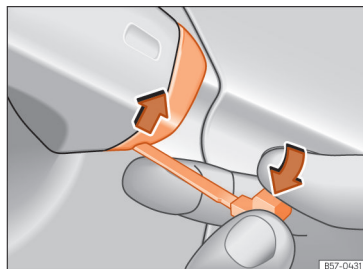

Fig. 53 Mânerul de pe ușa șoferului: pentru deschidere, scoateți capacul.
- Introduceți cheia de urgență în fanta inferioară a capacului de pe mânerul ușii șoferului »» fig. 53, apoi ridicați capacul inferior în sus.